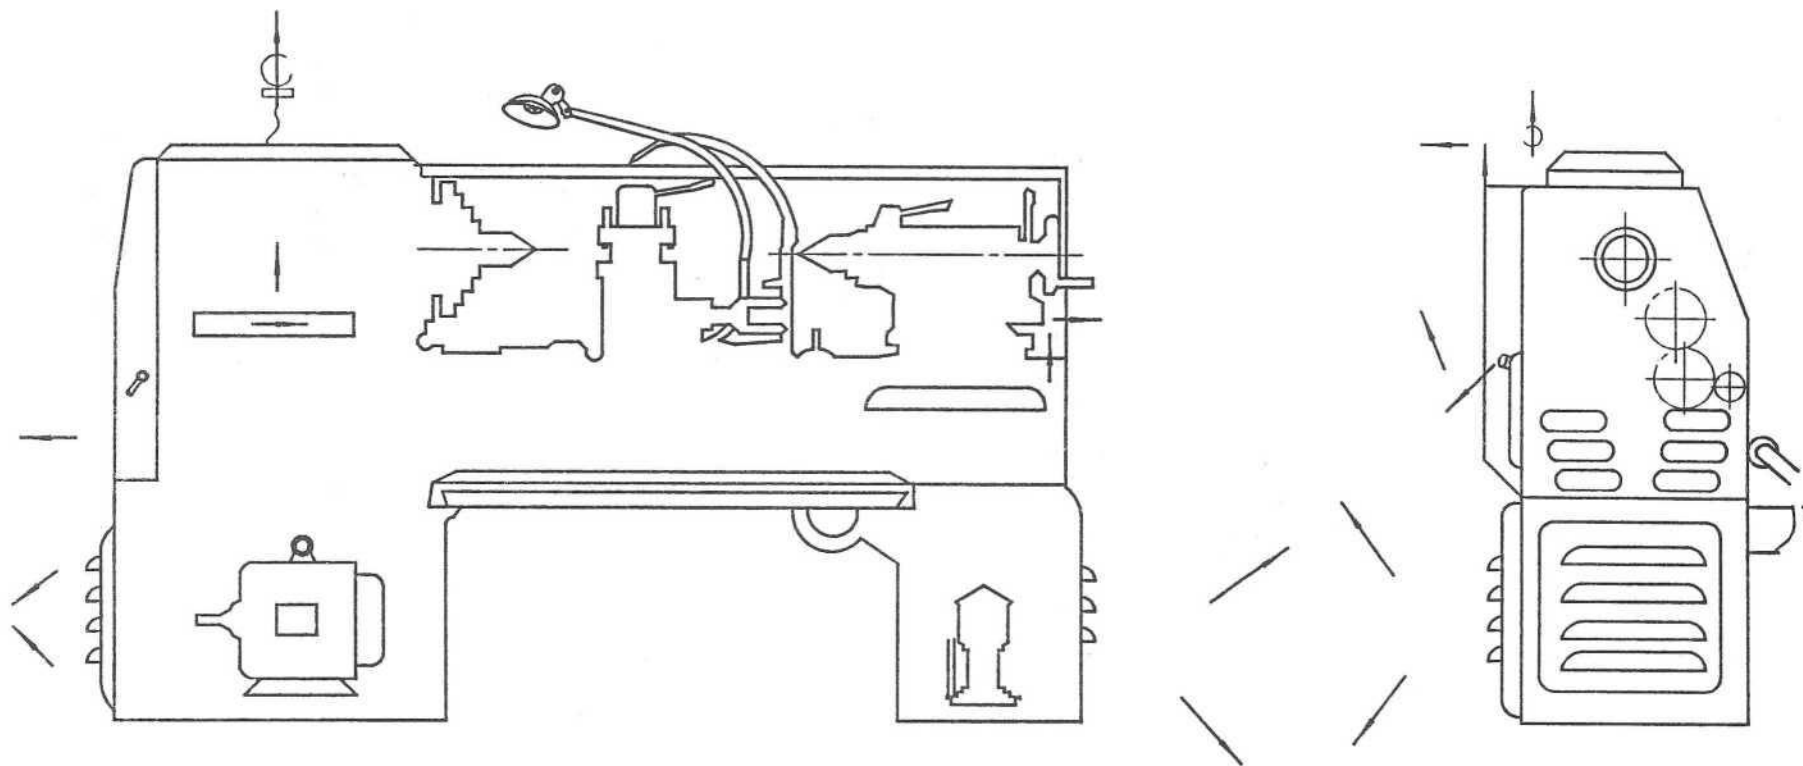

Рис. 25. Схема установки других частей
9.9 На рис. 25 показаны другие устанавливаемые и снимаемые части.